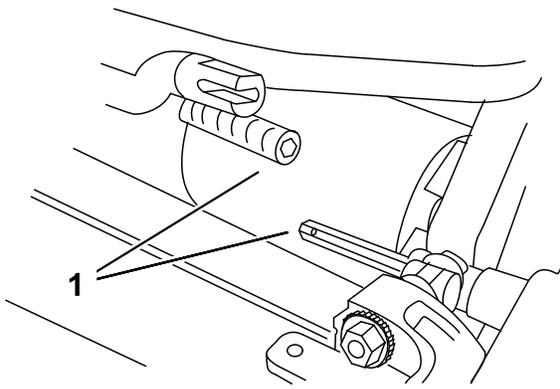

图6
3. 将滚刀组推入主机下方左侧的位置，接合变速箱联轴器（图6）。